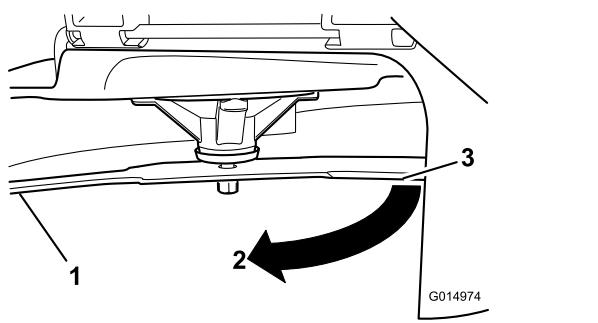

Figura 89
3. Distancia medida entre la cuchilla y la superficie (A)
4. Gire la misma cuchilla 180 grados de manera que el otro extremo esté en la misma posición (Figura 89).